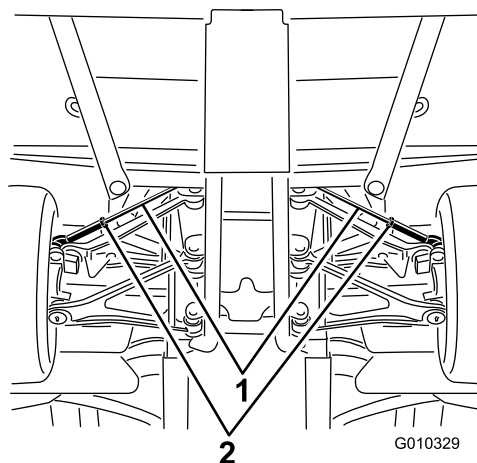

Figura 59
- A. Afloje la contratuerca del centro del tirante (**Figura 59**).